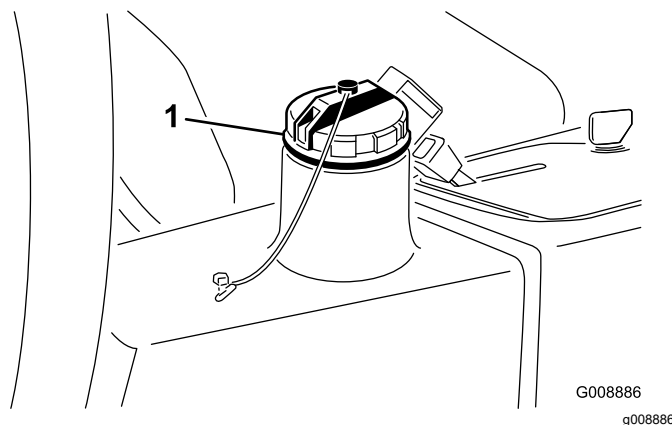

图 29
2. 清洁液压油箱加油颈和油箱盖周围的区域(图 29)。取下液压油箱盖。